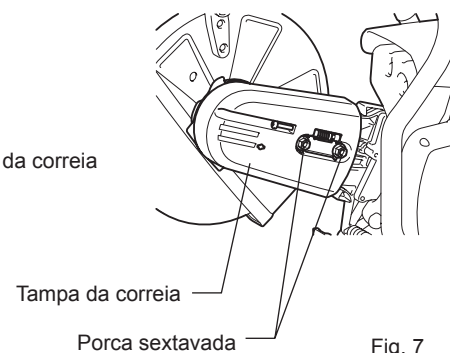

Fig. 7
- (7) Instale a tampa da correia. (Fig. 7)